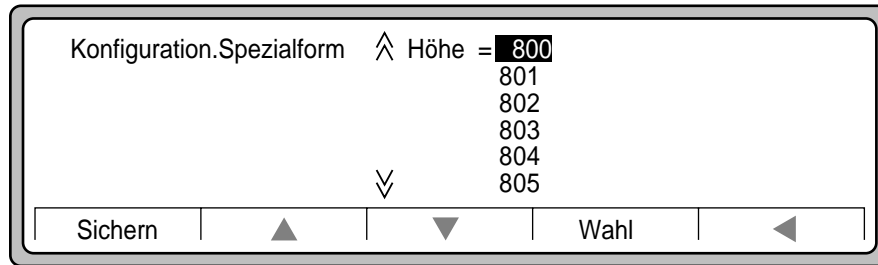

Abbildung 3-24 Auswahl der Höhe für zusätzliches Papierfach
18. Drücken Sie ▲ oder ▼, bis der gewünschte Wert hervorgehoben wird (in unserem Beispiel 800, wie in Abbildung 3-24 gezeigt).